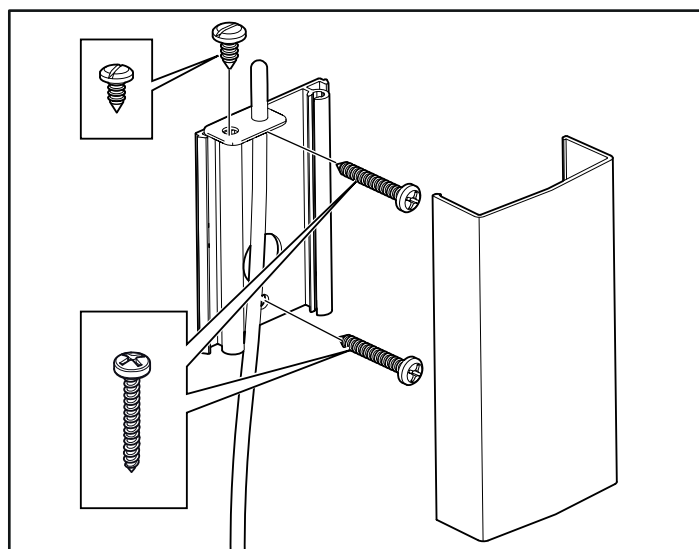
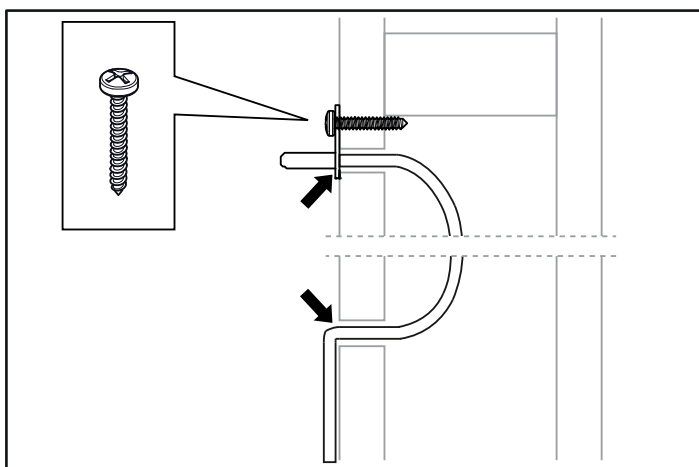

Fig. 16 : Montage du capteur
Fig. 17 : Boucher les orifices, le cas échéant
13. Installer le capteur sur la cloison, voir la figure 16. Le câble du thermistor peut également passer à travers la cloison. Boucher, le cas échéant, les orifices dans la cloison derrière le capteur, voir la figure 17,. Il est possible de prolonger le câble du thermistor en utilisant un câble (2 conducteurs) basse tension, à l'extérieur du sauna.